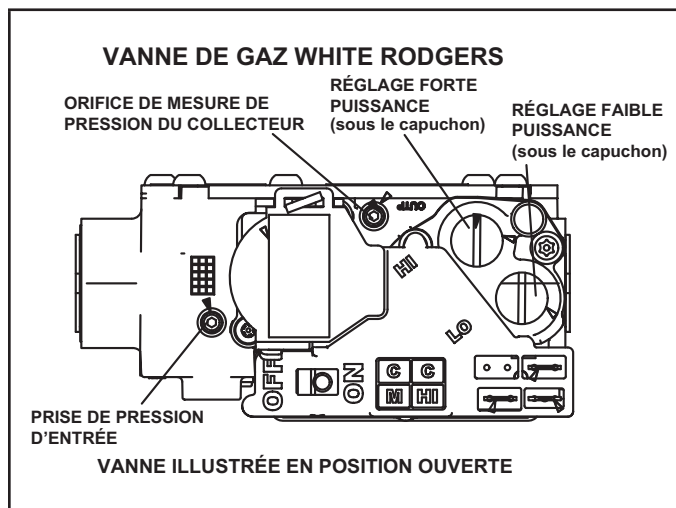

FIGURE 57
Fonctionnement de la vanne de gaz (FIGURE 57)
- 6 - Mettez l'interrupteur de la vanne de gaz sur **OFF/FERMÉE**. Reportez-vous à la Figure 57.
- 8 - Mettez l'interrupteur de la vanne de gaz sur **ON/OUVERTE**. Reportez-vous à la Figure 57.
Une connexion située sur la vanne de gaz permet d'accéder à la pression d'alimentation. Reportez-vous à la Figure 57. Dévissez la vis à tête hexagonale de 3/32 d'un tour, branchez un tube de 5/16 po et branchez un manomètre pour mesurer la pression d'alimentation. Reportez-vous au TABLEAU 27 pour la pression de la conduite d'alimentation.
Une connexion située sur la vanne de gaz permet d'accéder à la pression du collecteur. Reportez-vous à la Figure 57. Dévissez la vis à tête hexagonale de 3/32 d'un tour, branchez un tube de 5/16 po et branchez un manomètre pour mesurer la pression du collecteur.
- 5 - Au besoin, faites les ajustements nécessaires. La FIGURE 57 indique l'emplacement des vis de réglage des puissances mini et maxi.